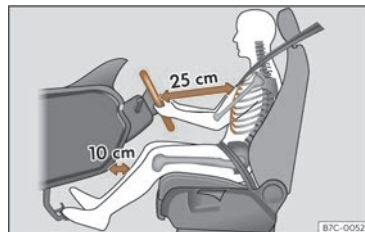

Fig. 13 La separació correcta entre el conductor i el volant ha de ser de 25 cm com a mínim (10 polzades).
- Ajusteu el volant de manera que quedi a una distància, d'almenys, 25 cm (10 polzades) de l'estern >>> **fig. 13** i el pugueu subjectar amb les dues mans pels costats, per la part exterior, amb els braços lleugerament flexionats.